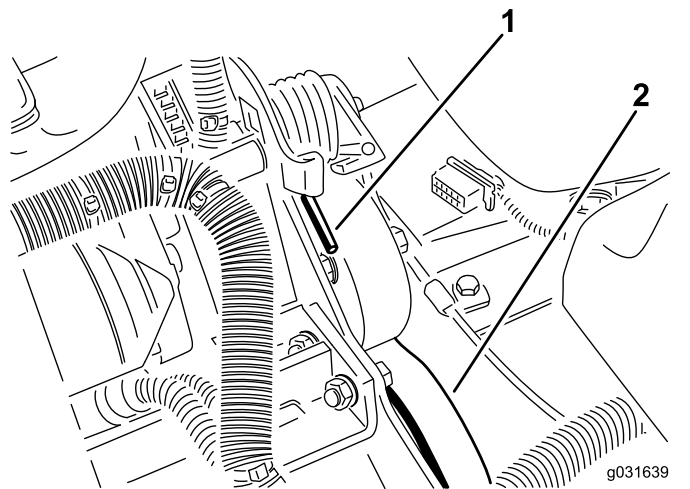

図 63
2. スプリングの端を前側に押し下げてブラケットから外し、スプリングのテンションをなくす 図 63。